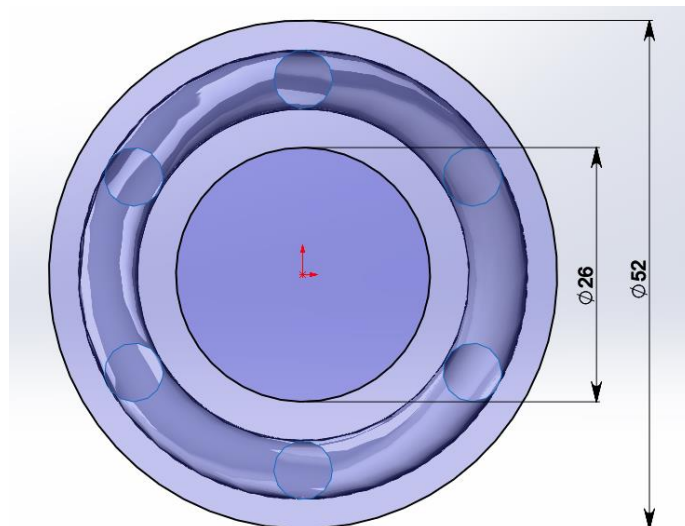

Рис. 8. Построение спирали
9. Выбираем вид *Спереди* и, используя табличные значения своего варианта *B* и *B/2*, строим эскиз, как показано на рис. 8. После этого можно закрыть редактор эскиза, нажав иконку  в верхнем правом углу окна просмотра модели.